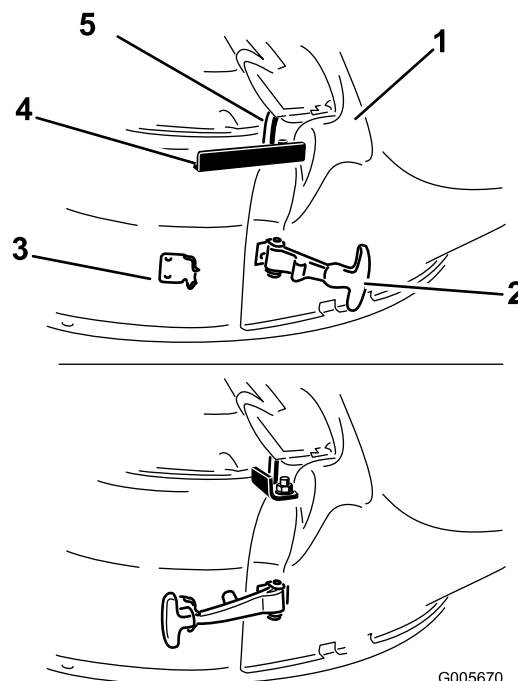

Figura 26
3. Fissate la guida di scarico al piatto agganciando il fermo flessibile sulla guida di scarico al fermaglio saldato sul piatto di taglio, nella parte posteriore dell'apertura (Figura 26).
4. Agganciate il gancio attorno all'asta di rotazione per mantenere la guida di scarico in questa posizione (Figura 26).